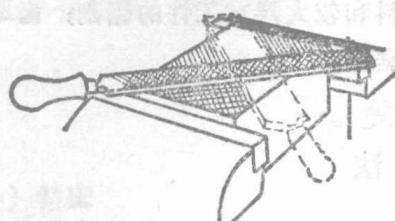

图 1-12 交叉锉
**2. 交叉锉** 交叉锉是锉痕交叉的锉法（图1-12）。从锉痕交叉处的接合情况，可以判断锉面的凸凹现象和大致程度，从而便于锉平平面。同时交叉锉加大了锉刀与工件的接触长度，使锉刀的运动较为平稳。